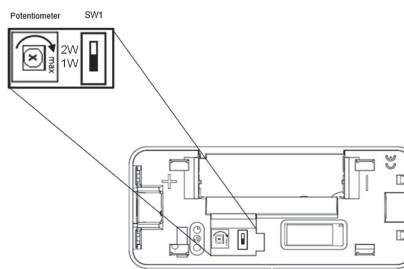

Figura 3
Per impostare la sensibilità alle vibrazioni, quando il sensore è utilizzato in modalità monodirezionale, utilizzare il potenziometro. Ruotandolo in senso orario si aumenterà la sensibilità, mentre in senso anti orario si ridurrà. (vedi Figura 3).
- Rimuovere la protezione dalla batteria (vedi figura 3); verranno mostrati REGISTRAZ e TRASMISSIONE 2.